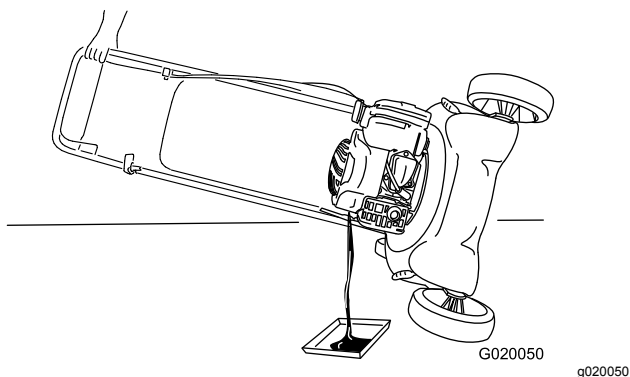

**Figura 21**
- 4. Ponga la máquina de lado (de modo que el filtro de aire quede hacia arriba) para drenar el aceite usado a través del tubo de llenado de aceite (Figura 21).